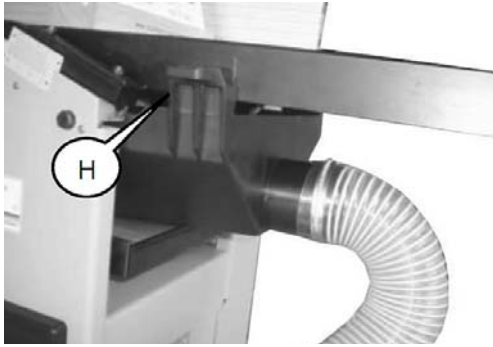
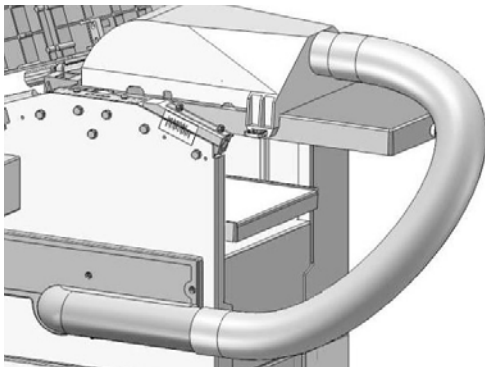

Fig.25: Montaje campana de aspiración de virutas
Fig.26: Conectar la manguera de aspiración
Paso 5: Extraiga los dos soportes (H, Fig.25) de la
Los soportes (ver Fig. 25) de la campana extractora de virutas activan un interruptor de seguridad en la máquina. Si este interruptor de seguridad no está activado, la máquina no se puede poner en marcha.
Paso 6: Gire la campana de succión hacia arriba (Fig.26) y fije en su lugar utilizando los dos soportes (H, Fig.25). ¡Asegúrese de que encaje correctamente!
Paso 7: conecte la manguera de succión a la toma de succión de el bastidor de la máquina y la toma de aspiración de la mesa de cepillado mediante una abrazadera de manguera (Fig. 26).